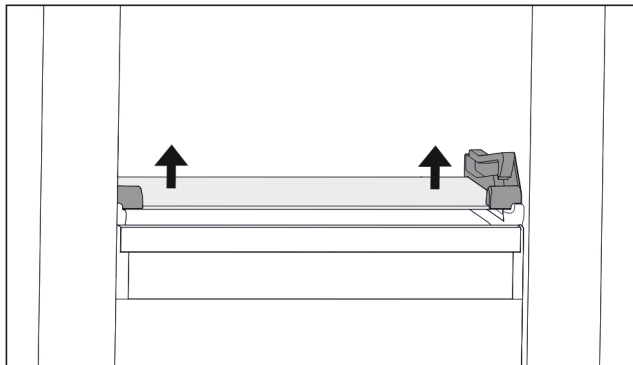

Fig. 107 Sklenená doska sklopnej zásuvky
- ▶ Na oboch stranách potlačte sklenenú dosku zospodu nahor. (pozri Fig. 107)